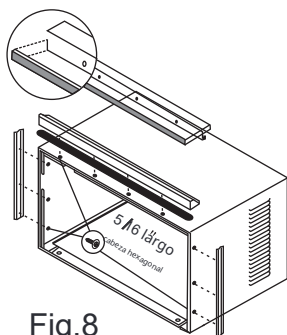

Fig.8
2. Instale el ángulo superior y los retenedores laterales en el gabinete como se muestra en la Fig. 8 (10 tornillos).